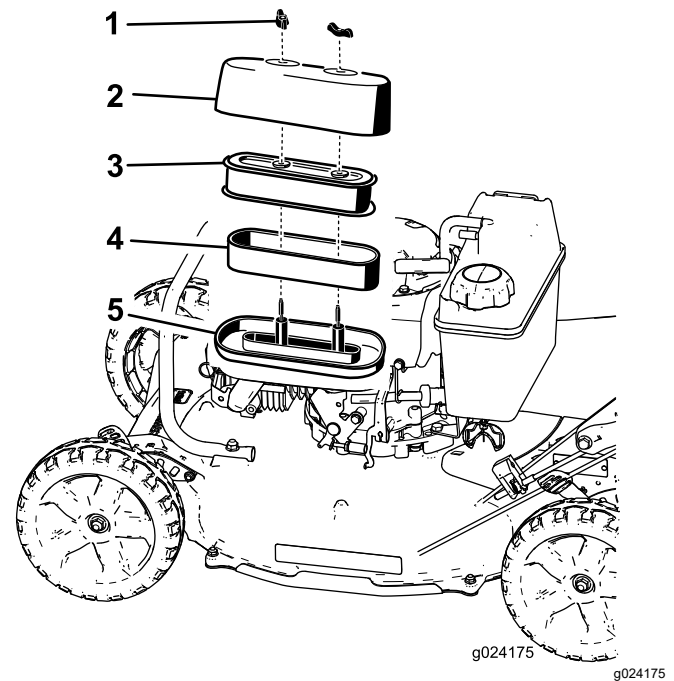

Figura 23
3. Retire las 2 tuercas que fijan la tapa (Figura 23).
5. Separe los elementos de espuma y de papel de la base del filtro de aire (Figura 23).
6. Separe el elemento de espuma del elemento de papel (Figura 23).